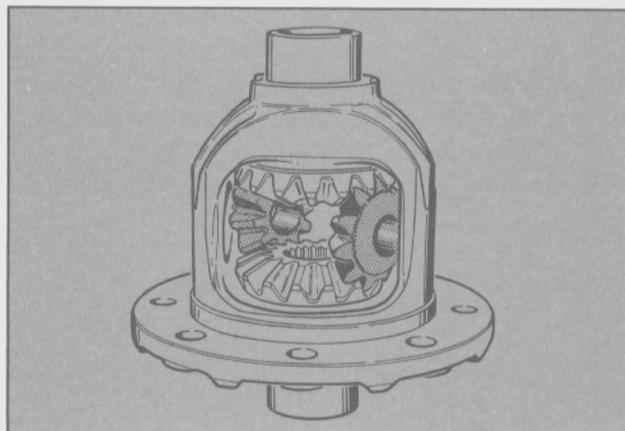

Fig. 29 - Colocación de los engranajes satélites en la carcaza.
- Posicionar y rotar los dos engranajes satélites (cada uno con una arandela de empuje) simultáneamente entre los engranajes planetarios (Fig. 29). Colocar el eje de los engranajes satélites. (Tener en cuenta la posición del perno de seguro.)